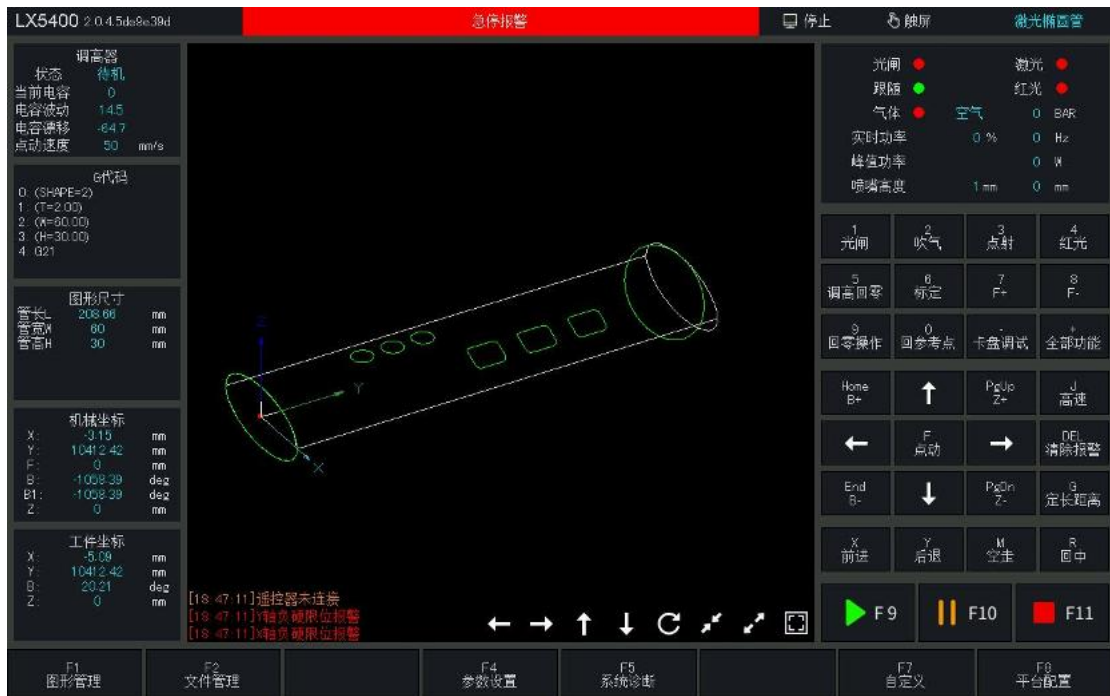

图 3.2 报警时主界面
注：报警时会占用掉①中的速度，代码名称和孔号观察栏。如图 3.2。